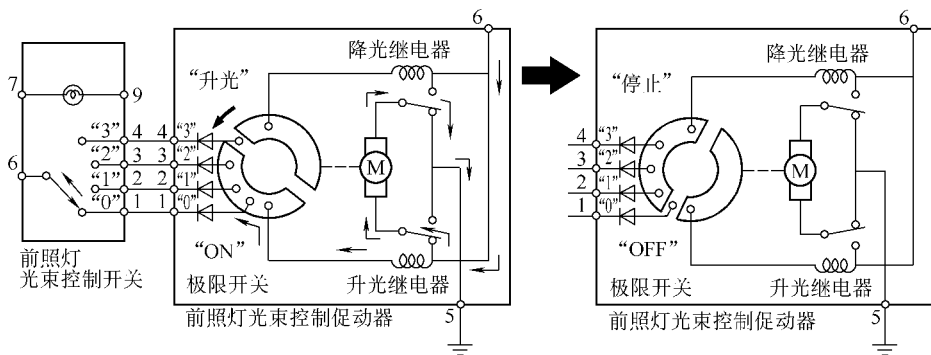

图 18-17 光束开关位于 3 位置图
1) 光束开关位于“3”位置。如图 18-17 所示，电流从促动器的端子 6→端子 4→光束开关的端子 4→搭铁，这时降光继电器动作。然后，电流从促动器的端子 6→降光继电器→